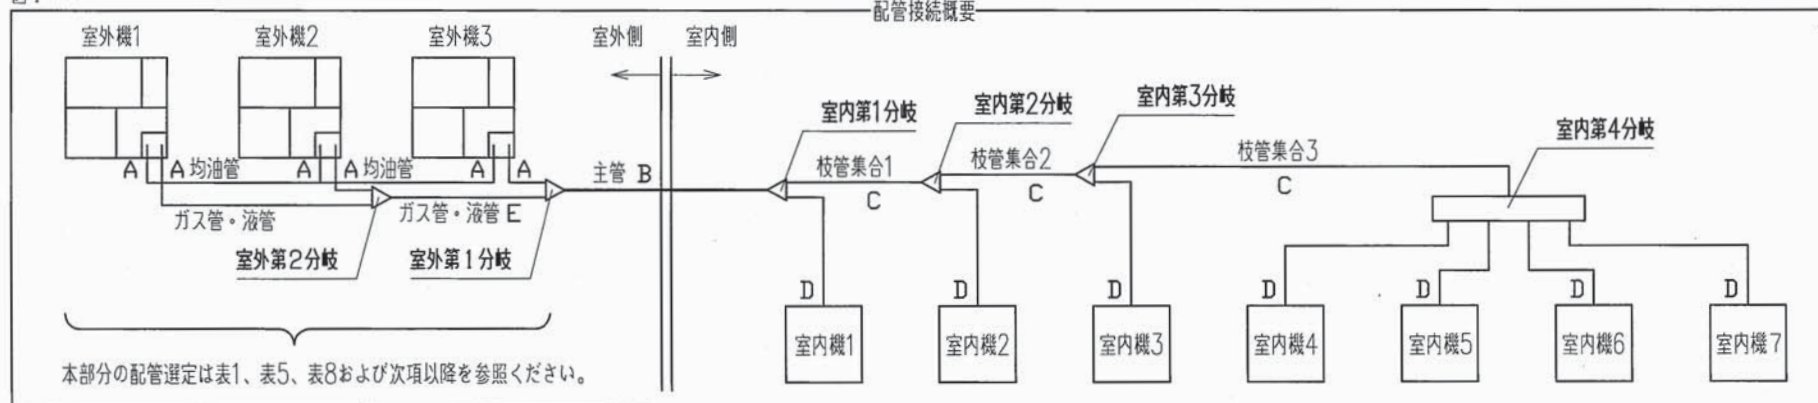

図1
(1) 室外機～室外側の分岐間：図1のA部
(2) 主管（室外側の分岐～室内側の第一分岐間）：図1のB部
(3) 室内側の第一分岐～室内側分岐間：図1のC部
但し、主管（図1のB部）サイズを超えないでください。
(4) 室内側分岐～室内機間：図1のD部
## 4) 3台組合せ用室外分岐管配管選定：図1のE部